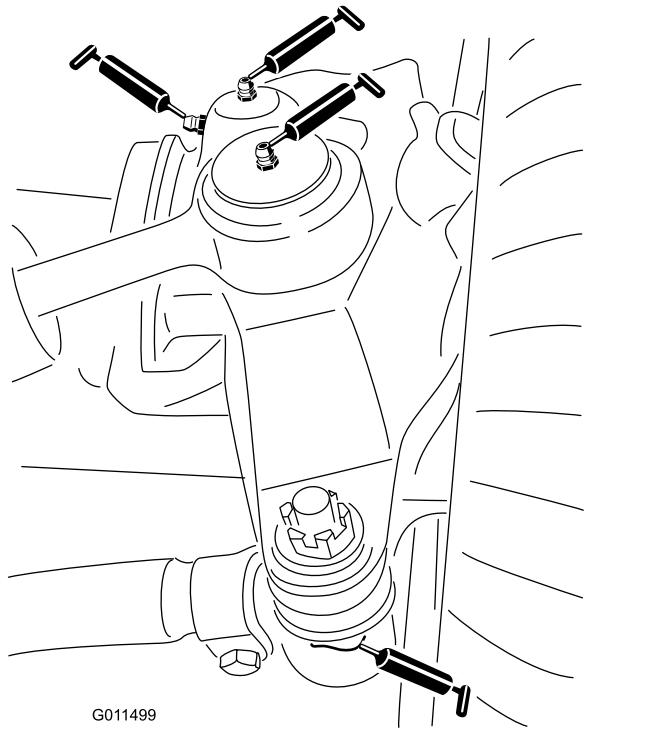

Bild 60
- Zwei Lenkzylinder-Kugelgelenke (Bild 60)
- Zwei Spurstangen-Kugelgelenke (Bild 60)
- Zwei Achsschenkelbüchsen (Bild 60).